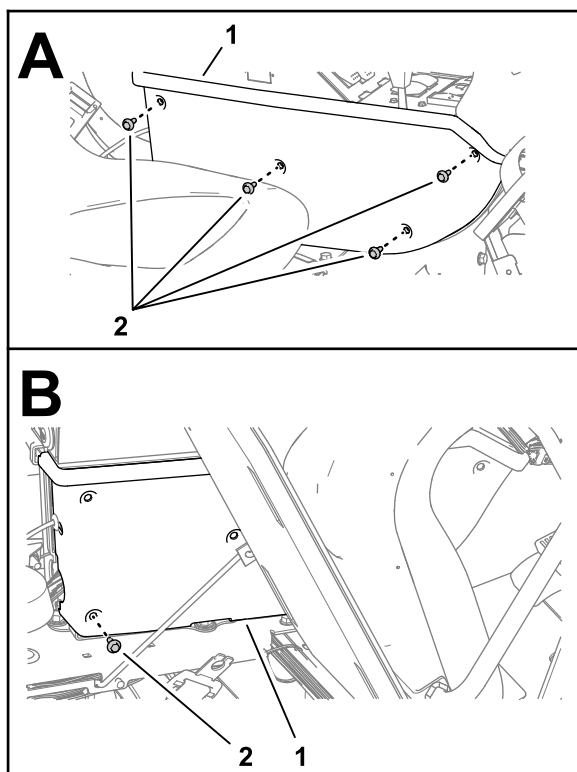

Figura 174
2. Retire los 4 tornillos con arandela prensada ($\frac{1}{4}$ " x $\frac{3}{4}$ ") que sujetan el panel lateral de la consola central, como se muestra en la Figura 174.
3. Incline el asiento del pasajero hacia adelante y retire el tornillo con arandela prensada trasero inferior (Figura 174).